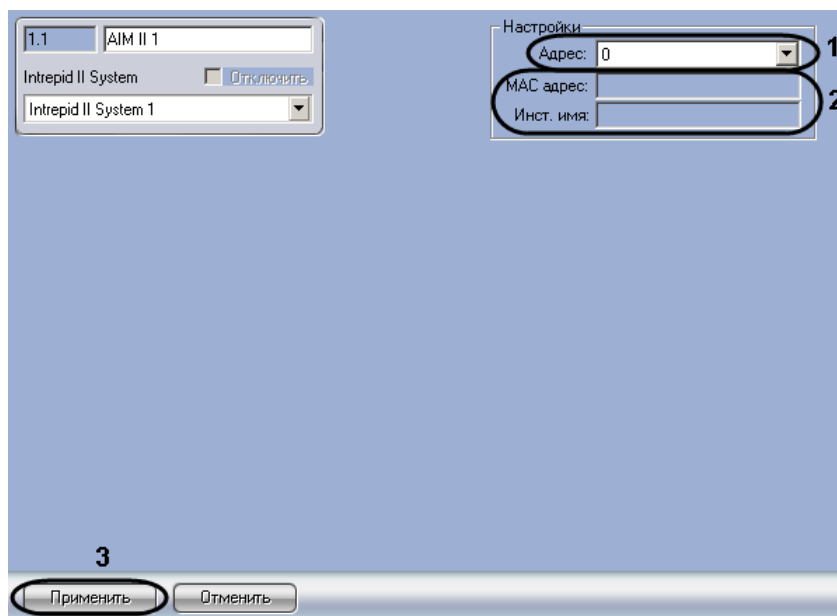

Рис. 3.4—2 Настройка контроллера Intrepid II System
2. В раскрывающемся списке **Адрес** установлено значение, заданное при автоматическом построении дерева объектов (см. Рис. 3.4—2, 1). При необходимости возможно изменение данного адреса. Для изменения адреса контроллера необходимо выполнить следующие действия: